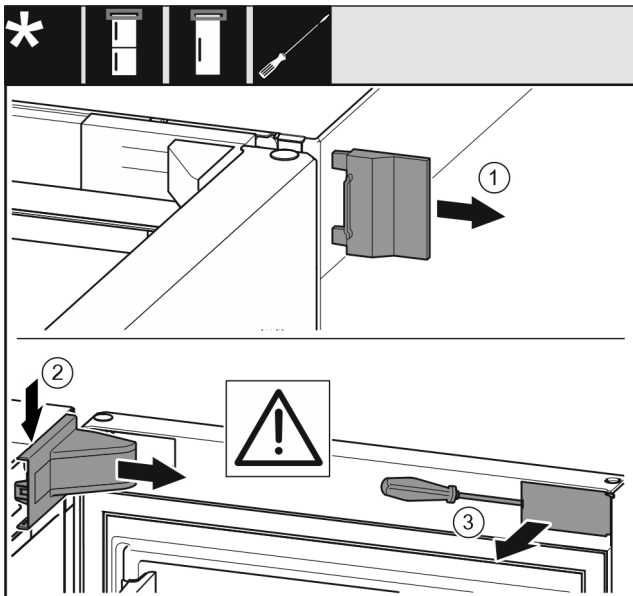

Fig. 6
- ▶ Odoberte vonkajší kryt. Fig. 6 (1)
- ▶ Odistite a uvoľnite kryt ložiskovej konzoly. Odoberte kryt ložiskovej konzoly. Fig. 6 (2)
- ▶ Kryt odistite plochým skrutkovačom a vyklepte nabok. Fig. 6 (3)